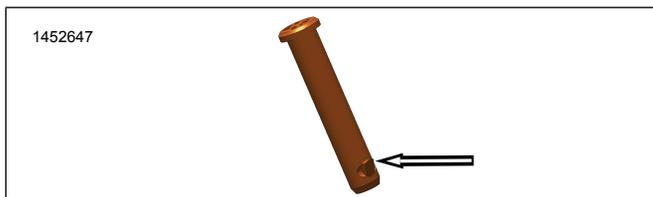

Figura 2. Lengüeta de bloqueo del pasador de horquilla
1. Retire el pasador de horquilla del taco apoyapiés del conductor (A).
- a. Figura 2 Ubique la lengüeta de bloqueo.